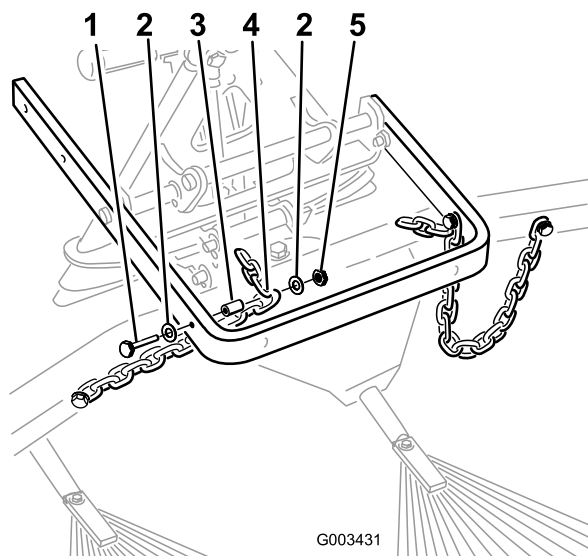

Рисунок 10
8. Прикрепите третье звено каждой цепи к наружной части рычага подъема (Рисунок 10), используя болт (¾ x 2½ дюйма), 2 шайбы (¾ x ⅞ дюйма), проставку и гайку (¾ дюйма).